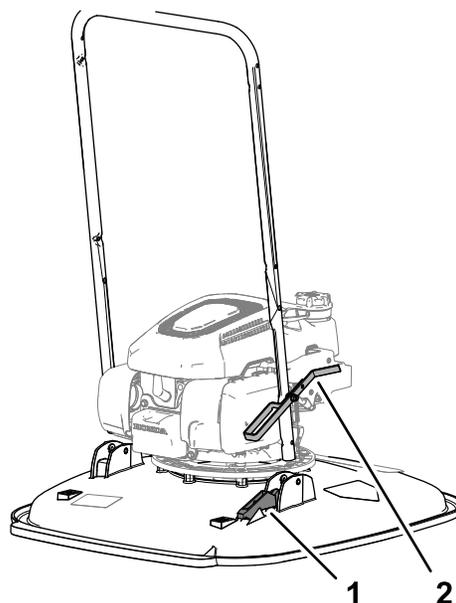

図 6
2. ハンドルバーのフットストップをデッキの上ストップブラケットに合わせる図6。